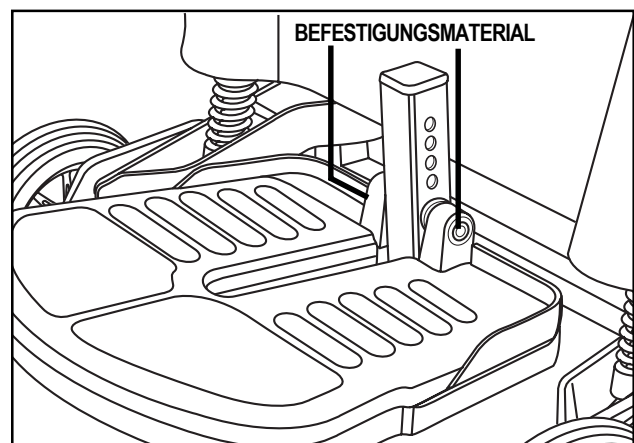

Abb. 19. Fußstützenhöhe
1. Entfernen Sie den Sicherungsstift aus der Halterung der Fußstütze. Siehe Abb. 19.